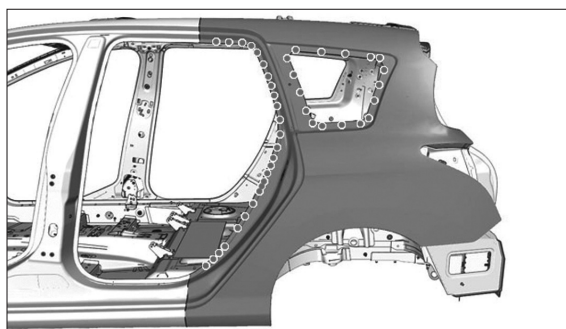
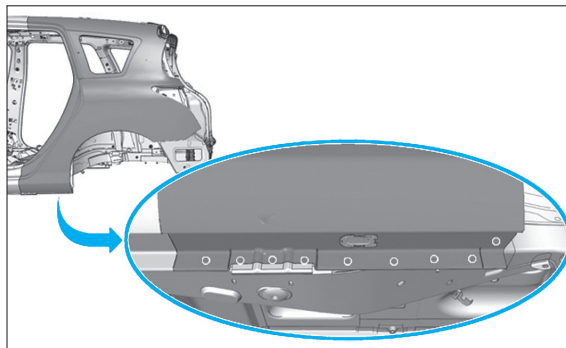

FIG. 182
FIG. 183
- Souder par pointage électrique (Fig.182) et (Fig.183).